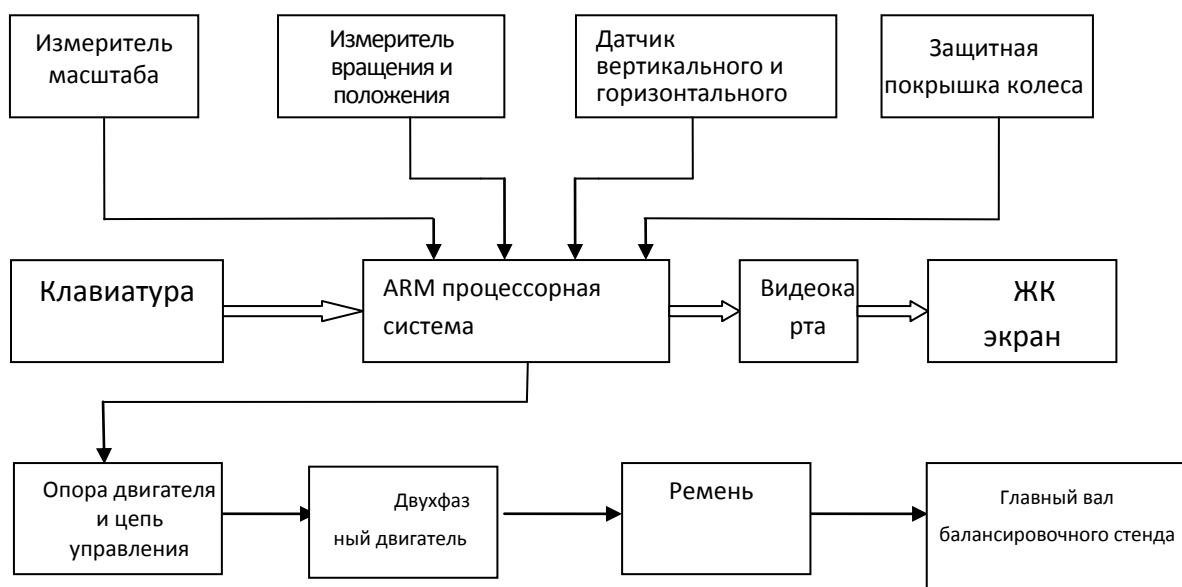

Рисунок 1-1
2.2) Элементы электропитания: (refer to figure 1-1)